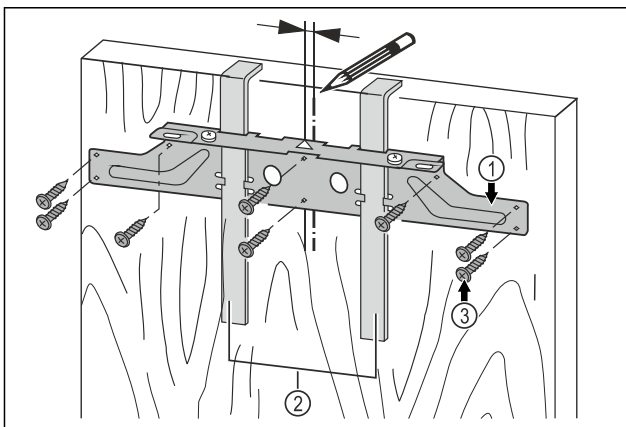

Fig. 44
- Befestigungstraverse Fig. 44 (1) mittig auf der Tür ausrichten.
- Keder links: Befestigungstraverse Fig. 44 (1) 6 mm (1/4 in) nach links verschieben.
- Keder rechts: Befestigungstraverse Fig. 44 (1) 6 mm (1/4 in) nach rechts verschieben.